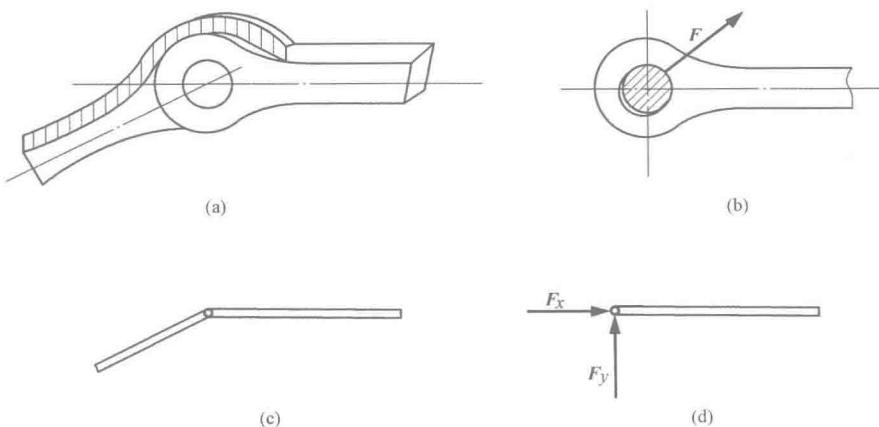

图 1-7
(1) 铰链和固定铰支座。圆柱铰链简称铰链，它是由销钉将两个钻有同样大小孔的构件连接在一起而成的约束，如图 1-7 (a) 所示，其简图如图 1-7 (c) 所示。这类约束的特点是只能限制物体沿圆柱销的任意径向移动，不能限制物体绕圆柱销轴线的转动和平行于圆柱销轴线方向的移动。由于圆柱销钉与圆柱孔是光滑曲面接触，则约束力应沿接触点的公法线（即接触点到圆柱销中心的连线），垂直于轴线，如图 1-7 (b) 所示。但因接触点的位置随荷载的方向而改变，因此，这种约束的约束力通过圆孔中心，但方向不确定，通常用垂直分量来表示，如图 1-7 (d) 所示。